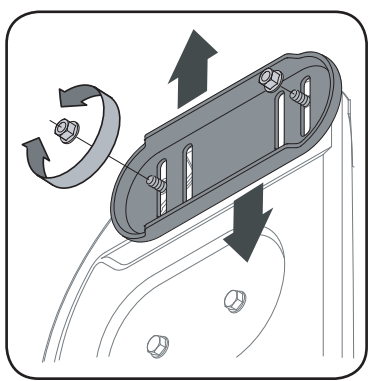

Figure 5-7-Patins réversible en acier
- L'espace entre la lame plate et le sol peut être ajusté en ajustant les patins. Voir les Figures 5-7 ou 5-8.